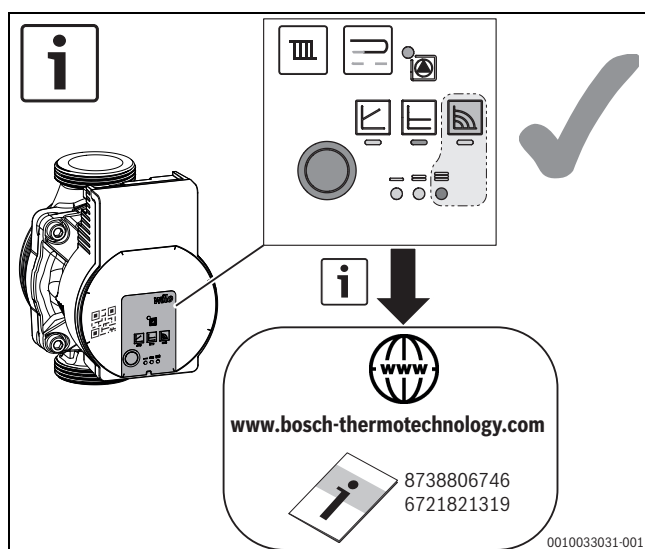

Bild 16 Einstellung der Pumpe (Beispiel)
- ▶ Pumpe auf Stufe 3 einstellen (→Bild 16).
- ▶ Pumpe auf Stufe 3 einstellen (→ Bild 16).